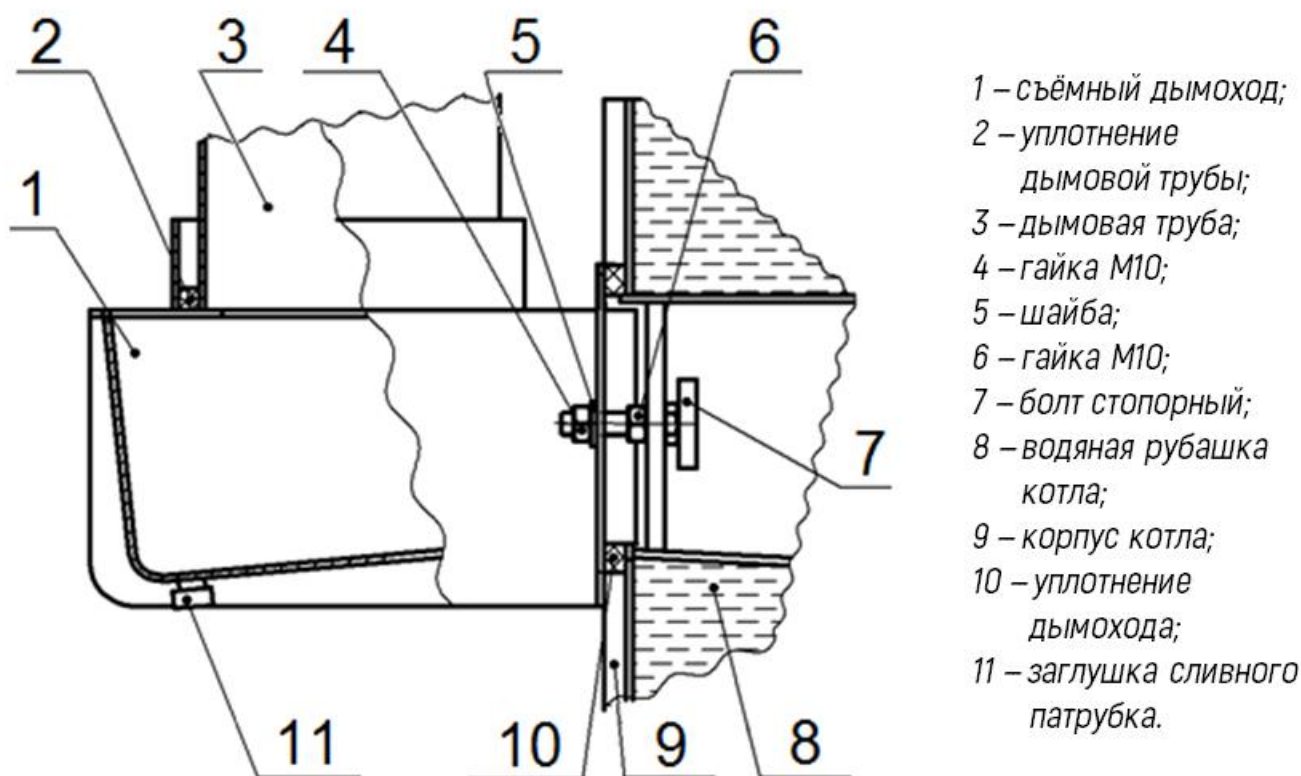

Рисунок 2. Установка дымохода КВ на котел (используется штатный крепеж котла).
2. Вставить болты 7 в проушины (см. рис.2). Навернуть гайки 6 не затягивая.
Конденсат следует периодически сливать, отвернув заглушку 11 (см. рис. 2).